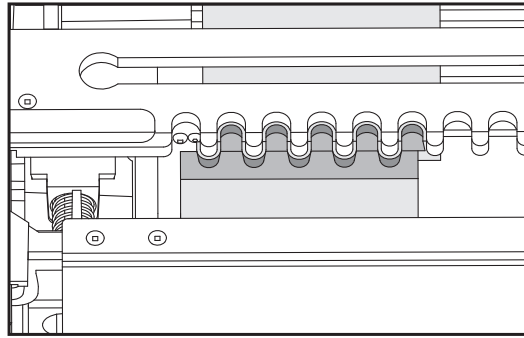

Fig. F15
14. Coloque la rebajadora sobre la barra del estabilizador entre la barra y la pieza de trabajo y realice el corte. Realice un corte de derecha a izquierda lentamente a lo largo de la tabla con cola vertical. Luego limpie los espacios en ambas tablas con movimientos lentos de izquierda a derecha. El corte final debe asemejarse a la Fig. F15.